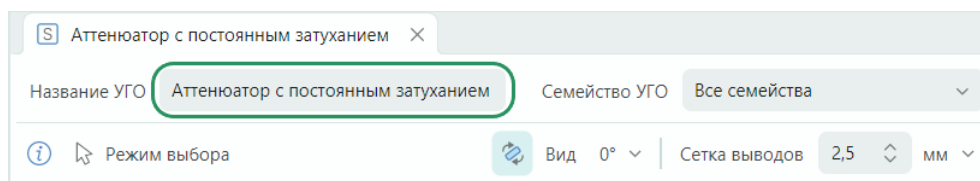

Рис. 50 Переименование УГО
2. В поле «Название УГО» введите новое наименование УГО, см. Рис. 50.